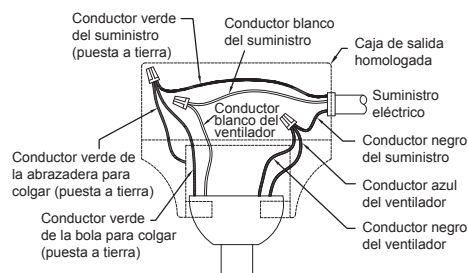

Figura 15A
2. Una vez haya hecho las conexiones, teniendo cuidado de no pillar los cables. Poniendo los cables blancos y verdes a un lado de la caja y los negros hacia el otro lado. Coloque los cables hacia arriba y empújelos cuidadosamente hacia dentro de la caja de la toma de corriente, los cables deben ser colocados de forma extendida poniendo el conductor de la toma de tierra y el conductor de toma de tierra del equipo a un lado de la caja, colocando el conductor sin toma de tierra en el otro lado de la caja. (Figura 15A)